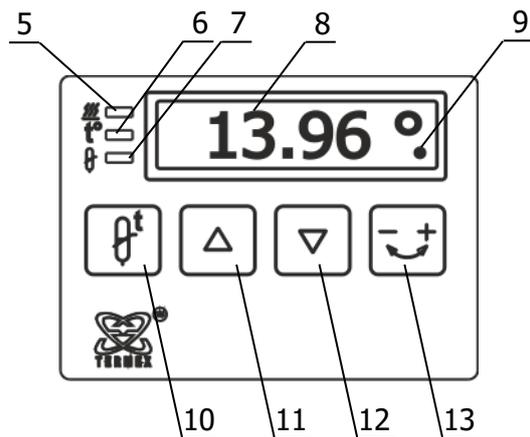

Рисунок 2 — Лицевая панель
2.3.1 В рабочем режиме на светодиодном табло 8 (рисунок 2) отображается текущее значение температуры в рабочей камере термостата. Индикатор 5 загорается во время работы нагревателя. Индикатор 9 (в виде точки под символом градуса Цельсия) появляется при включении холодильной машины.
2.3.2 Для входа в режим уставки температуры нажать кнопку 10 (рисунок 2). При этом загорится индикатор 7 и на табло 8 появится текущее значение уставки.
2.3.6 При возникновении статического разряда, в процессе эксплуатации термостата, возможен сброс настроек и энергонезависимой памяти блока регулирования, при этом показания температуры на табло 8 (рисунок 2) могут значительно отличаться от действительной температуры в рабочей камере термостата.
2.4.1 После стабилизации установленной температуры на табло 8 (рисунок 2) отображается температура, измеренная встроенным датчиком, и эта температура может не соответствовать действительной температуре в рабочей камере термостата.
- для входа в режим коррекции температуры нажать кнопку 13 (рисунок 2), при этом индикатор 2 начнет мигать;